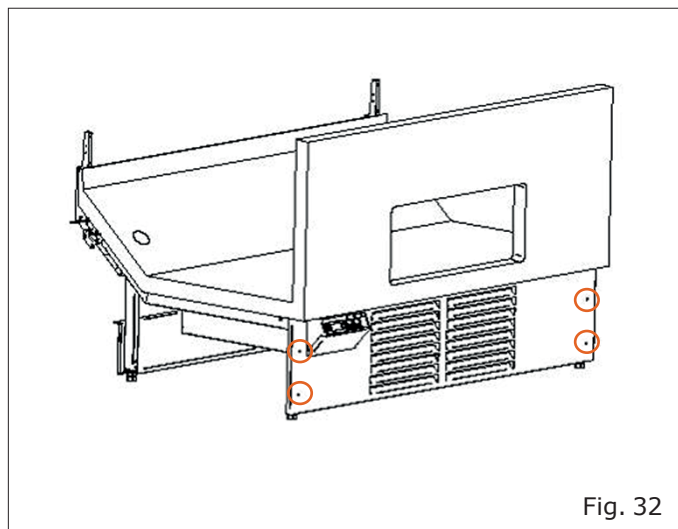

Fig. 32
- Retirez le panneau de protection en retirant les vis aux endroits marqués (Fig. 32).